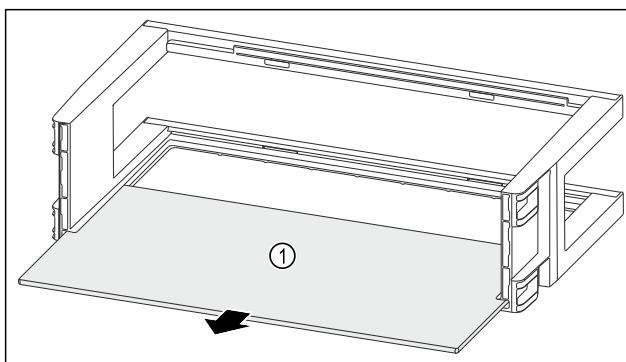

Fig. 91
- Извлеките съемную полку *Fig. 91 (1)*.